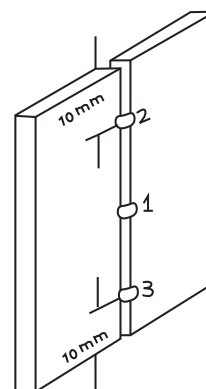

Figura 1
**3° paso - Puntee las piezas (figura 1).**